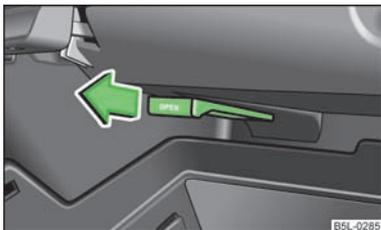

Fig. 72
- Pour ouvrir l'arrivée d'air, tirez sur la manette dans le sens de la flèche » fig. 72.